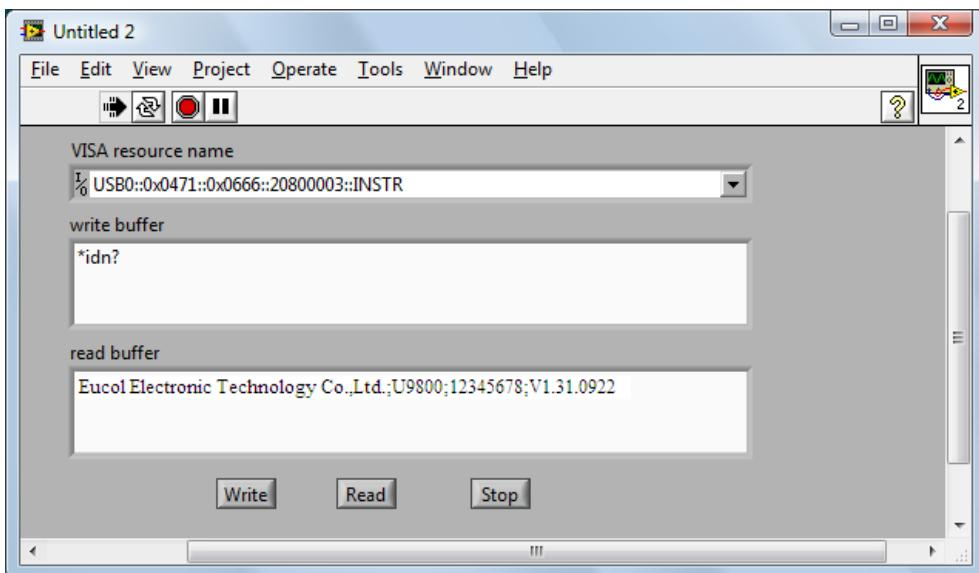

图 4-3-6
22. 运行本 VI， 在 write buffer 中输入你想要发送的命令或查询，如：*idn?。点击 Write 键发送命令。然后按 Read 键读取返回信息。执行结果如图 4-3-6 所示。